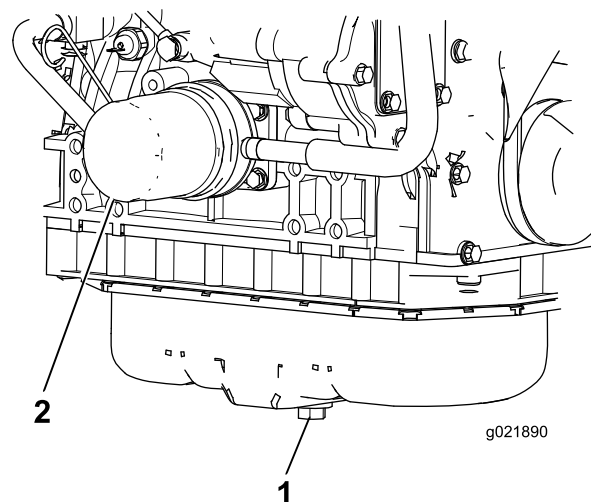

Figura 86
1. Togliete il tappo di spurgo e lasciate defluire l'olio in una bacinella (Figura 86).
3. Togliete il filtro dell'olio (Figura 86).